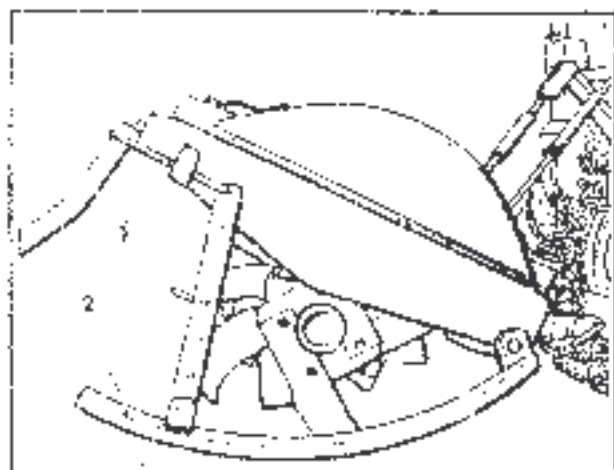

Figura 15. Regolazione profondità di lavoro della fresa
Collegare la fresa ai punti attesi della trattore mediante le linee (1), fig. 14, collegare il giunto cardanico (2) all'assiale a fianco rotore o scatto) sull'albero della presa di potenza, quindi, dopo aver innestato l'altra estremità dell'albero cardanico sull'assale della fresa, spostare indietro il libero valstano. Essa alla posizione di scatto. Collegare mediante i tiranti (3) gli attacchi della fresa al sollevatore (4). Fissare la posizione dell'innesto mediante gli appositi registri (5). Per regolare le prestazioni di lavoro della fresa procedere nel modo seguente: vede alla figura 15. Inalzare la leva di arresto (6) e regolare, secondo le esigenze, la posizione della vite (7) della fresa, quindi posizionare la leva nel loro prerostito. Fugga la regolazione su entrambi i lati della fresa.